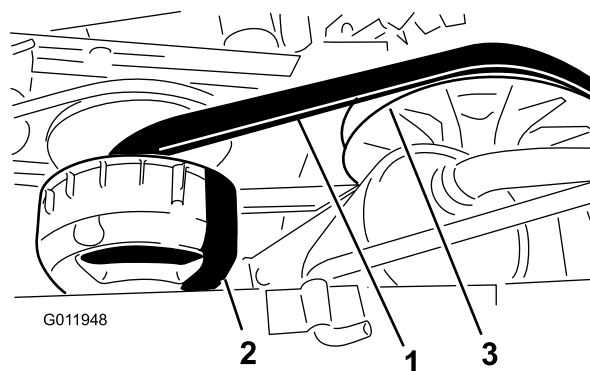

図 67
4. ベルト 図 67 を手で回転させながら、磨耗や破損がないかを点検する。
3. 2次クラッチを回しながら2次クラッチ部分でベルトを外す (図 67)。
4. 1次クラッチからベルトを外す (図 67)。
5. 新しいベルトを一次クラッチに掛ける 図 67。
6. 2次クラッチを回しながら2次クラッチ部分でベルトを外す (図 67)。